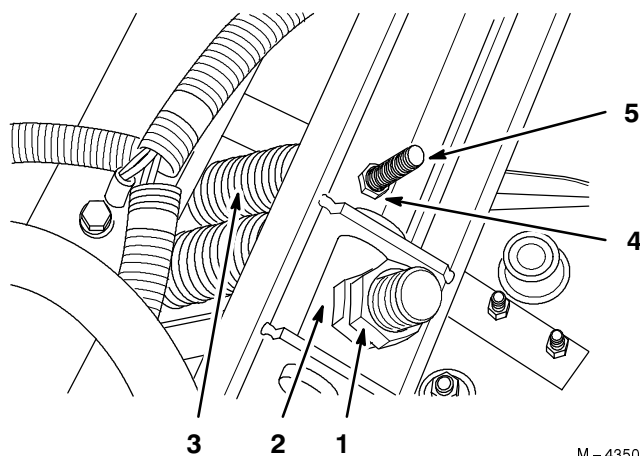

Figure 32
3. Mesurez l'écart entre les écrous de blocage et l'axe de pivotement du vérin (Fig. 32). Il doit être égal à 6 cm.